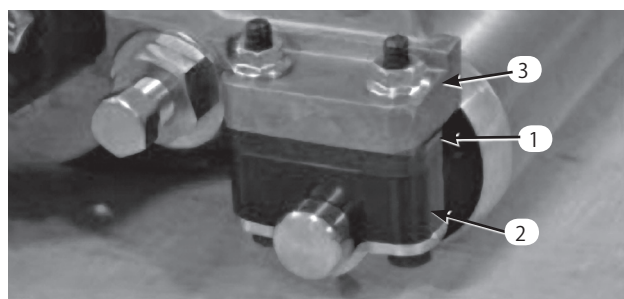

図10
1. 後ローラ・ブラケット (図 10および11) を希望の刈高範囲に合わせて正しくセットする (高位置または低位置)。
- 刈高 1.6 mm～6 mm の場合：スペーサをサイドプレート取り付けフランジの上 (出荷時の設定) にセットする (図10)。